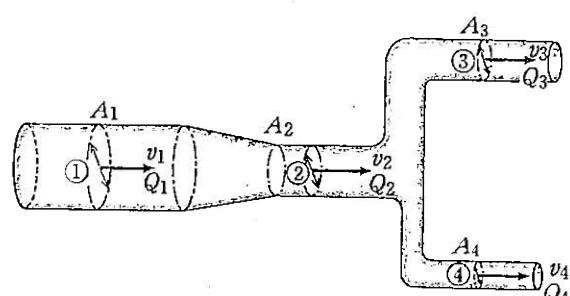

図6
第7問題 図6は水平に敷設された管水路の一部を取り出して、上側から見たものである。この管水路の各断面積をそれぞれ $A_1 = 0.10 \text{ m}^2$ 、 $A_2 = 0.06 \text{ m}^2$ 、 $A_3 = 0.04 \text{ m}^2$ 、 $A_4 = 0.02 \text{ m}^2$ とするとき、次の間に答えよ。ただし、断面②の流量 $Q_2 = 0.3 \text{ m}^3/\text{s}$ とする。